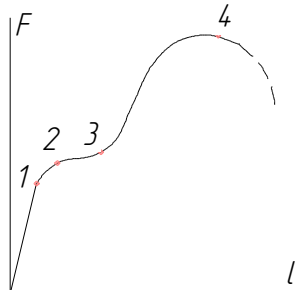

Рис. 2
25. Укажите, какая часть диаграммы растяжения углеродистой стали (рис. 2) подчиняется закону Гука [простой выбор]